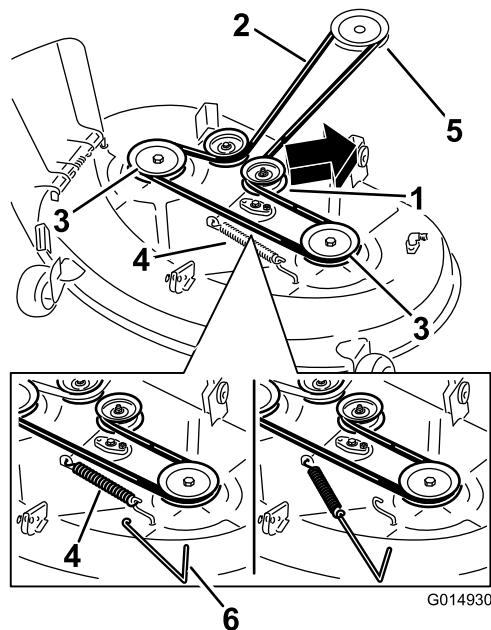

Figura 62
6. Pase la correa nueva alrededor de las poleas del motor y del cortacésped (Figura 62).
7. Usando una herramienta para la retirada de muelles, instale el muelle tensor sobre el gancho de la carcasa y tense la polea tensora y la correa del cortacésped (Figura 62).